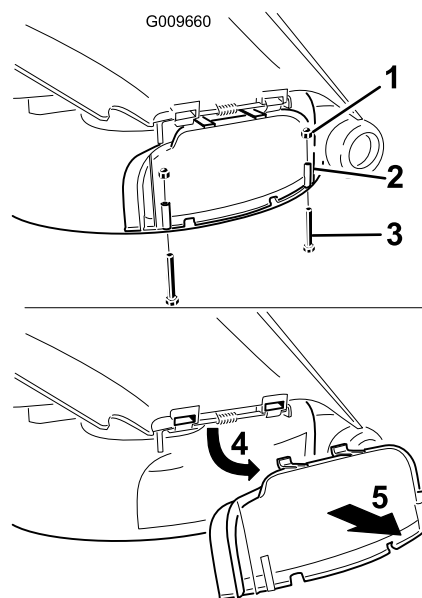

Figura 24
- Remova os 2 parafusos e porcas que fixam a cobertura de descarga ao cortador (Figura 24).